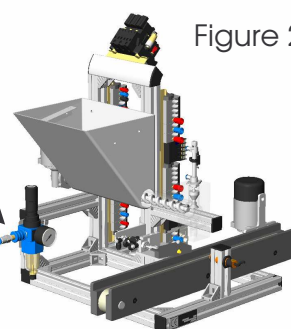

Figure 2
**Isoler** la Partie Opérative de sa source d'énergie pneumatique en tirant vers la gauche la vanne manuelle d'isolement (**voir figure 2 page suivante**).
- ◆ Autoriser la mise sous pression pneumatique de la Partie Opérative en faisant coulisser le sectionneur pneumatique coulissant vers la droite (voir figure 2 page précédente).